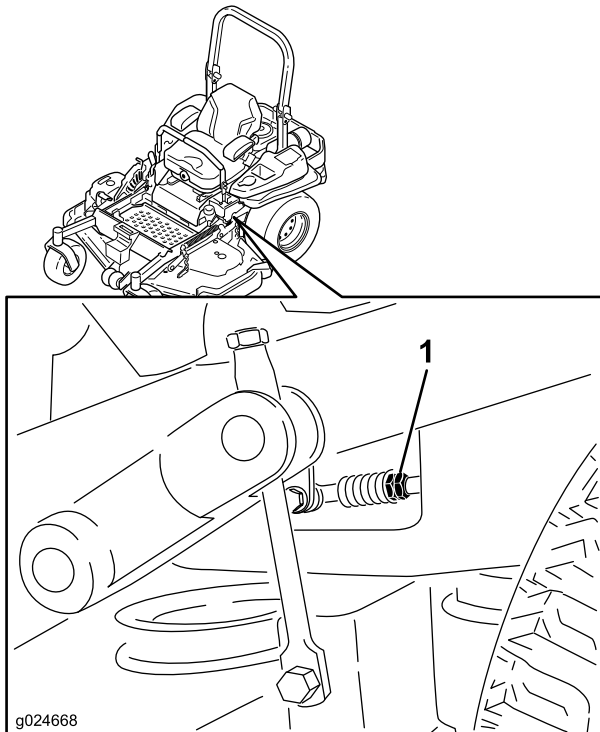

Figura 78
- Regolate la lunghezza dell'asta di controllo della pompa facendo girare nella direzione opportuna i due dadi sull'asta, finché le ruote si spostano leggermente indietro (Figura 78).